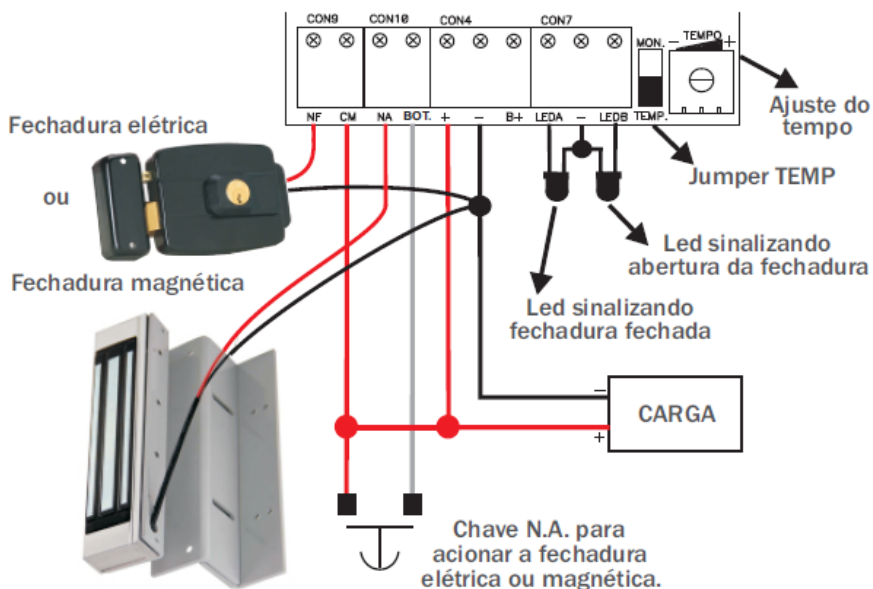

Figura 2
- 4- Señalización por Led (vea la Figura 2).
- 7- Comando para cerradura eléctrica o magnética (vea la Figura 2).